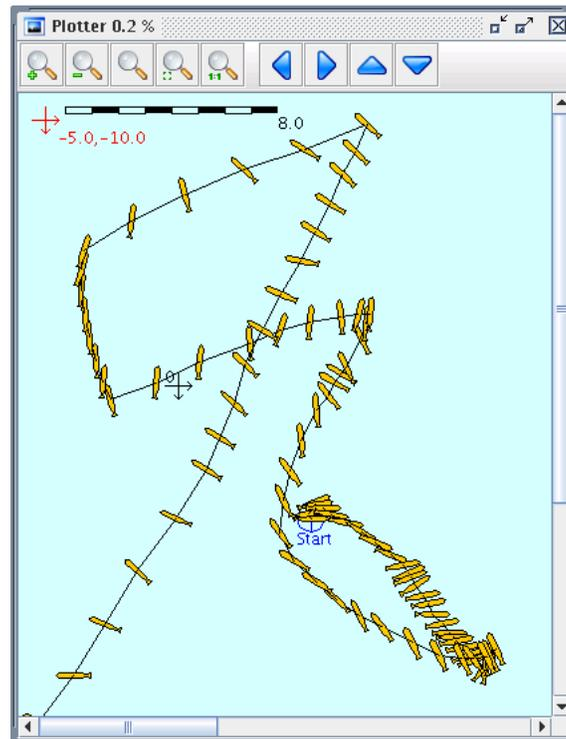

Abbildung 3.36: Fahrt des Uboots im Plotter
- *View Plotter* Zeigt den Plotter an (Abbildung 3.36).
- *PlotterFrame* Ein Fenster, in dem Position als Plotter dargestellt wird. (Abbildung 3.36)